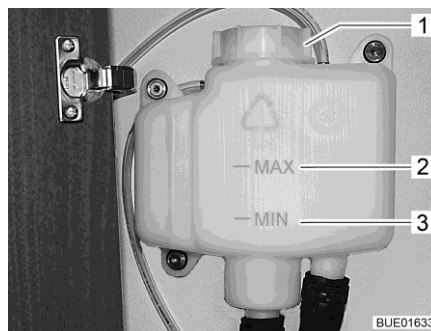

Fig. 186 Vaso d'espansione senza diaframma
- Controllare se il livello del liquido nel vaso d'espansione (Fig. 186) è tra la riga del "MIN" (Fig. 186,3) e del "MAX" (Fig. 186,2).
- Aprire il coperchio (Fig. 186,1) del vaso d'espansione.